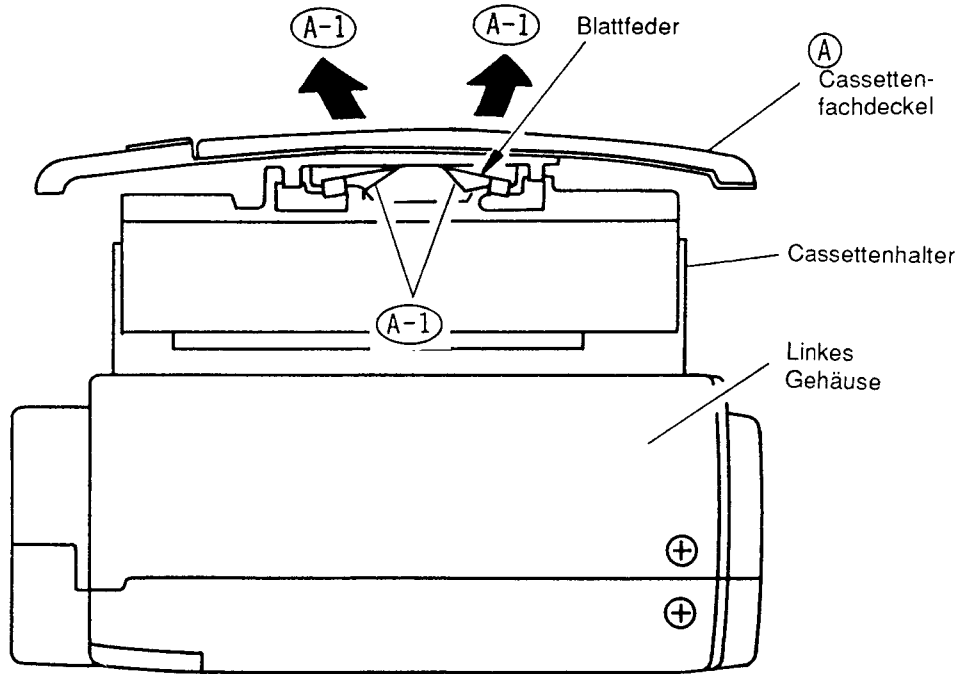

Abb. 3-1
A. Cassettenfachdeckel (Abb. 3-1, 3-2)
- 1) Die Laschen der Blattfeder auf dem Cassettenfachdeckel in Richtung des Pfeiles freigeben (Abb. 3-1).